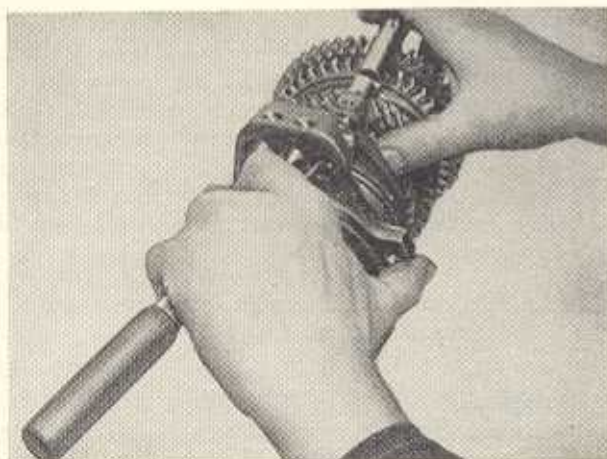
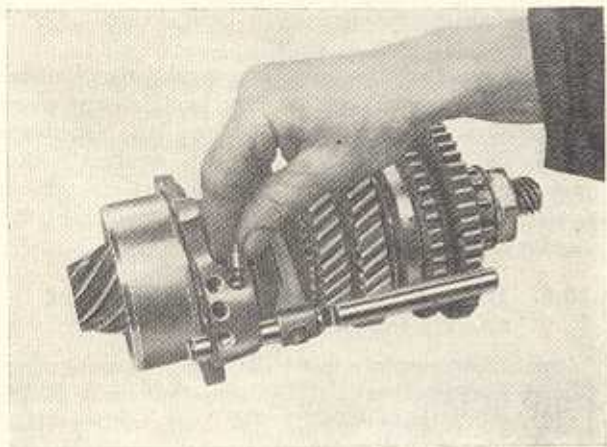

Bild G 107. Schaltstange für 3. und 4. Gang einführen
Bild G 108. Sperrolle einlegen
6. Für 3. und 4. Gang Schaltgabel in die Schaltnut der Schaltmuffe einlegen, Schaltstange durch die Nabe der Schaltgabel bis an die Bohrung für die Arretierfeder und Kugel (8 mm Durchmesser) in die Flanschbuchse schieben (Bild G 107). Feder und Kugel nacheinander in die Bohrung einlegen und Schaltstange bis zur Leerlaufstellung weiterschieben, dann eine Sperrolle in die entsprechende Flanschbuchsenbohrung bis an die Schaltstange schieben (Bild G 108).